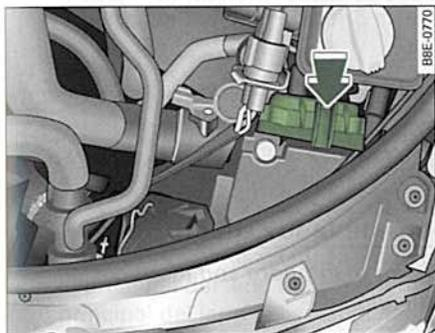

Fig. 248 Compartimento del motor: Retirar la tapa de la carcasa (luz de cruce, lado del conductor)
- Presione hacia abajo la lengüeta de desbloqueo ⇒ fig. 248 que hay en el extremo trasero de la tapa de la carcasa y desprenda la tapa ⇒ ⚠ en "Generalidades", página 298.